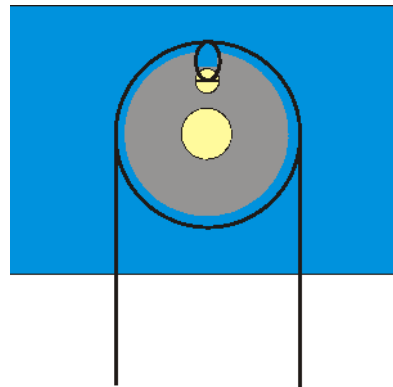

Fig. 8 Schematische Darstellung der Führung des Fadens um die Rolle am Wegaufnehmer (1000568)
- Schraube an der Rolle des Wegaufnehmers lösen. Faden ein Mal um die Rolle legen, aus der Aussparung herausführen und eine Schlaufe um die Schraube legen. Mit der Schraube den Faden fixieren (siehe Fig. 8).